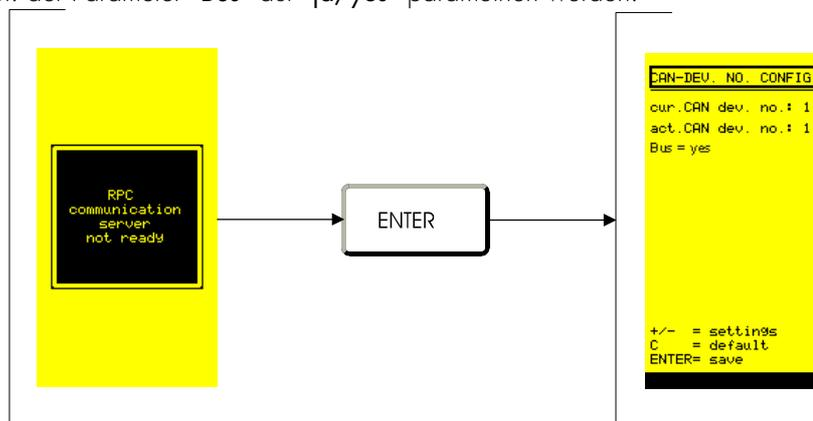

Abbildung 10.3: Mehrgerätekommunikation - Einstellungen im **CMP**
- Das System bootet hoch. Die Kommunikation zwischen *CSP* und *CMP* muss ordnungsgemäß laufen. Nach dem Hochlauf - beide System-OK-LEDs -*CMP* und *CSP*- müssen grün leuchten, wird im Menü DATA / Kommunikation / CAN die CAN-Device-No. eingestellt (siehe Abbildung 10.3), die zu diesem System gehört (die vorher notiert wurde) beziehungsweise die noch nicht innerhalb des CAN-Bussystemes vergeben ist (Im Menü »Data/Kommunikation« wird die ID (»CAN-Geräte NR.«) für *CSP* und *CMP* umgestellt.).